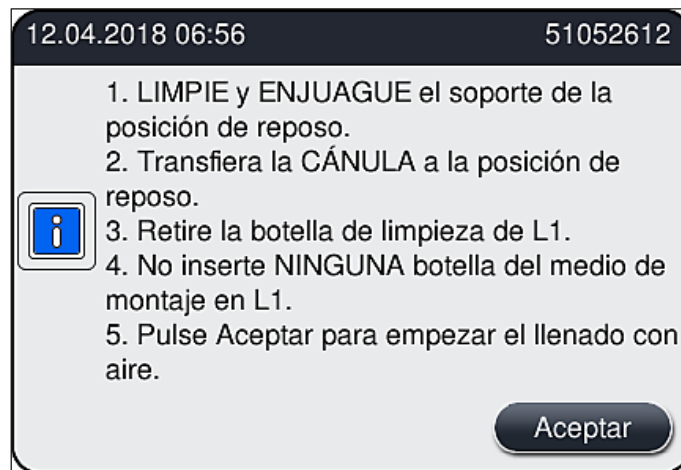

Fig. 105
4. Tenga en cuenta el siguiente mensaje de información (→ Fig. 105), siga las instrucciones que contiene y confirme con el botón **Aceptar**.